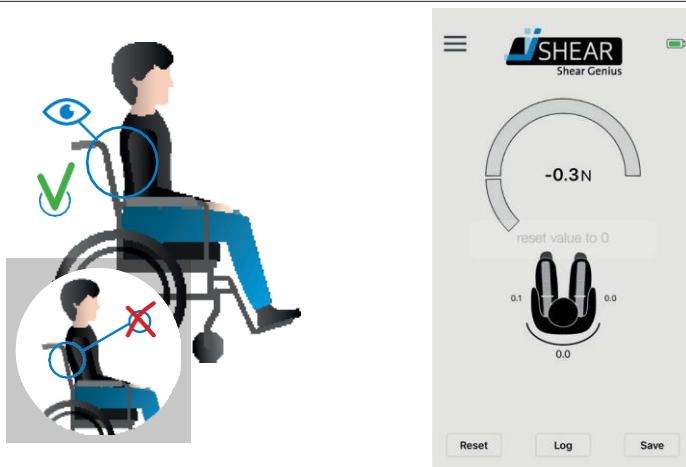

Figure 19 – 真っすぐ座ってリセット
1. クライアントをバックサポートにもたれることがないように、車いすに真っすぐ座らせませす (Figure 19参照).
2. 'Reset'を押すと 'Reset value to 0' がポップアップで表示されます (Figure 19参照).